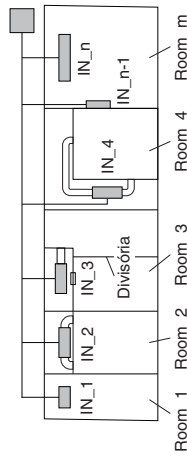

Fig. 1
Para todas unidades interiores mostradas na Fig. 1, calcule a quantidade de carga permissível de refrigerante que pode ser utilizada em cada sala $[m_{min,1}, m_{min,2}, \dots, m_{min,n}]$. Calcule a carga máxima de refrigerante para cada unidade interior a partir da Secção "Diagrama" referindo-se aos seguintes itens.
$h_0 \geq 2,2$ m Fig. 1-A
$h_0 \geq 2,2$ m Fig. 1-B
- Fig. 1-A